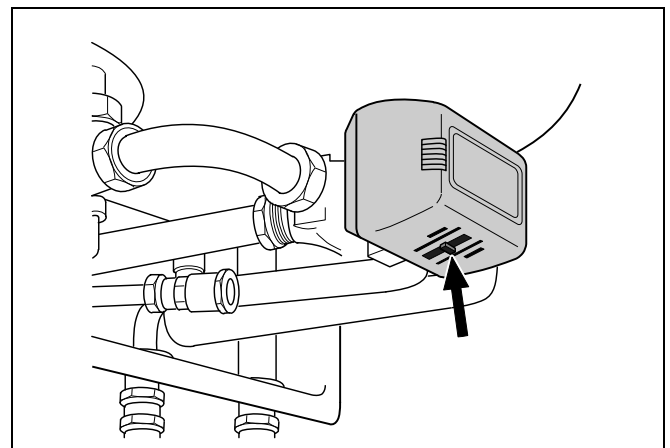

Abb. 14 Mechanischer Schalter am Dreiwegeventil
- Mechanischen Schalter am Dreiwegeventil in Mittelstellung bringen (Abb. 14).